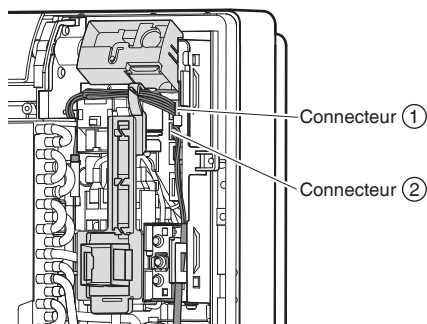
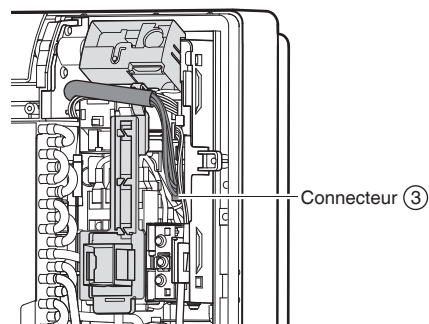

Fig. 2
Fig. 3
- 4) Retirez les connecteurs ① ② ③. (Voir Fig. 2 et Fig. 3)
- 13) Installez les connecteurs ① ② et guidez le câble comme indiqué dans l'illustration. (Voir Fig. 2)
- 14) Installez le connecteur ③ et guidez le câble comme indiqué dans l'illustration. (Voir Fig. 3)